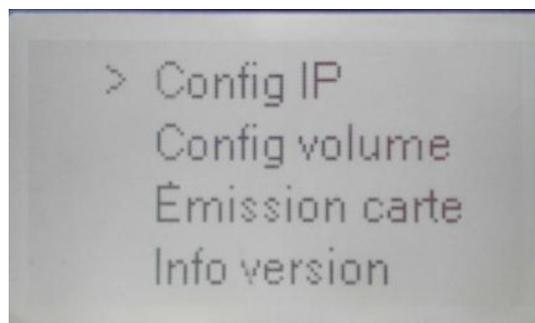

Figure 4-1
- a) Sur le menu du VTO, saisissez « +mot de passe du projet+# » pour accéder à l'interface suivante. Voir Figure 4-1. Le mot de passe par défaut du projet est « **888888** ».